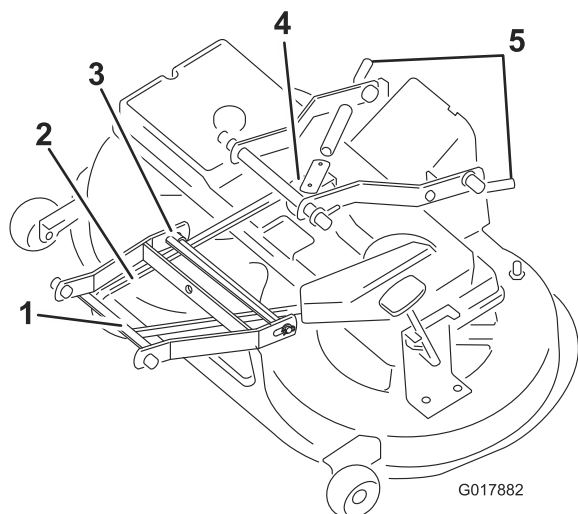

Figura 45
9. Tirate verso l'interno il braccio di rinvio e togliete la cinghia trapezoidale dalla puleggia (Figura 45).
11. Rimuovete il perno tra la bielletta del braccio anteriore e la scocca del tosaerba (Figura 45).
12. Togliete la cinghia trapezoidale dalla puleggia del motore (Figura 45).